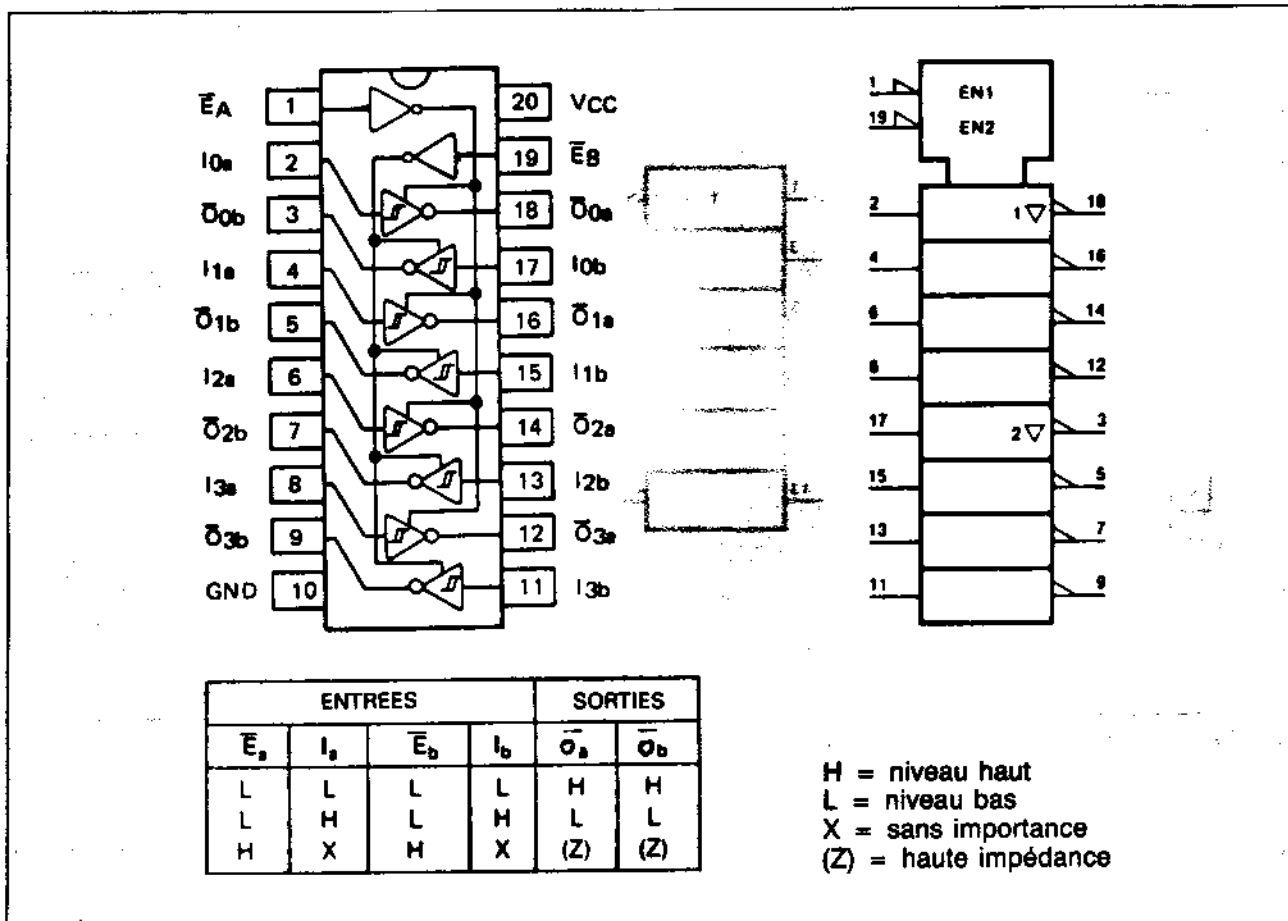

Fig. 9 : 74 HC 240.
Avec le 74HC240 de la figure 9, nous abordons le domaine des circuits intégrés de moyenne complexité : les huit sections de ce composant sont en effet des *buffers trois états* inverseurs. Lorsque l'entrée \bar{E} correspondant à un buffer donné est dans un état haut, la sortie du buffer est en « haute impédance » (Z). L'état de l'entrée de « donnée » I est alors sans importance (X). Lorsque cette entrée \bar{E} passe au niveau bas, les données appliquées à l'entrée I d'un buffer se retrouvent sur la sortie O correspondante, mais *inversées*.